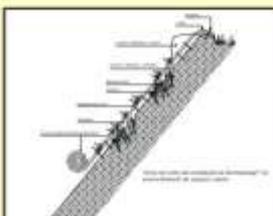

Figura 4 - Preenchimento de espaços vazios em erosões e áreas dependentes.
**Preenchimento de espaços vazios:** Pode ser aplicado para preencher fendas arroxas de até 50cm de profundidade, no sentido longitudinal ao transversal à canalização e ser preenchido, sendo fixado com grampos até atingir o solo mais coeso. Podem ser aplicadas dentro Bermalonga® quando forem necessários até o preenchimento do vazio e depois aplicar o solo e sementes por cima (Figura 4).